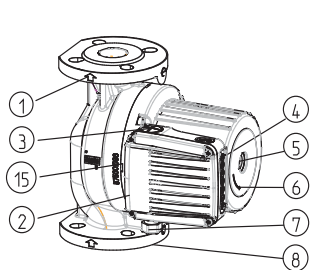
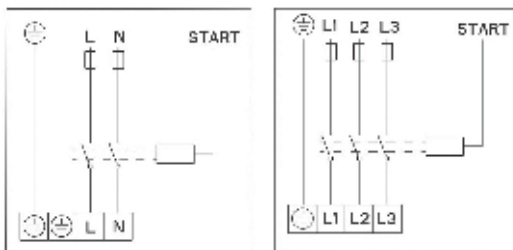

Fig.2
Fig. 4
- Direcția debitului de apă din pompă trebuie să se potrivească cu direcția indicată de săgeata de pe carcasa pompei (Fig.2-POS.1).
- Flanșele de racord sunt proiectate pentru presiunea nominală NP 6/10 (Fig.2 – POS.8)
- Pompele GHN (basic, auto), GHNM (basic, auto) au o singură carcasă hidraulică (Fig.2 – POS.8).
Carcasa hidraulică a pompei poate fi izolată numai până la fanta dintre motor și carcasa hidraulică. Deschiderile pentru scurgerea condensului trebuie să rămână neacoperite pentru a permite drenarea din carcasa statorului. În mod similar, aceleași deschideri trebuie să fie descoperite și la sistemele de încălzire, când se va efectua numai izolarea termică a carcasei hidraulice (Fig. 2, 3, POS. 15). Carcasa motorului electric, pe care sunt dispuse deschiderile pentru drenarea condensului, nu trebuie să fie izolată în nici un caz!
Cablajul trebuie conectat prin intermediul unei presetupe de cablu M20 (Fig.2 – POS.7).
Conexiunile electrice ale pompei trebuie efectuate în conformitate cu diagrama de conexiuni (Fig. 4) atașată pe spatele capacului motorului. Înainte de a face acest lucru, desfaceți capacul superior (Fig.2 - POS. 2).
La pompele de tip GHN (basic, auto), GHND (basic, auto), GHNMD (basic, auto), GHNMD (basic, auto) rotorul este imersat și dotat cu lagăre speciale gresate cu apă. Înainte de a pune pompa în funcțiune, aceasta trebuie umplută cu apă și dezaerată. Dezaerați pompa prin desfacerea șurubului de la spatele motorului electric (Fig.2-POS.5). Aerul va ieși prin fanta dintre arborele motorului și lagăr. Când apa începe să curgă pe aici, închideți vanele atât la partea de aspirație cât și de refulare a pompei. Porniți pompa și verificați direcția de rotație a axului. În cazul unei direcții de rotație greșite, va începe să clipească un bec cu lumină roșie.
Deconectați pompa de la curent, închideți vanele de pe ambele părți ale pompei (aspirație și refluxare), deșurubați șurubul de la orificiul de dezaerare, plasați șurubelnița (Fig.2-POS.5) în canelura arborelui și răsuciți atât cât permite forța de frecare. Apoi înșurubați înapoi șurubul de la orificiul de dezaerare.